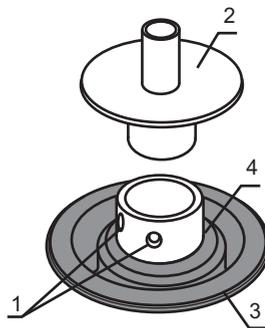

Рис. 2. Расположение уплотнительной манжеты
- Ослабить 2 фиксирующих винта (рис. 2/1) на втулке.
- Снять адаптер платформы (рис. 2/2).
- Заправить внутренний край манжеты (рис. 2/4), вставив его в паз дистанцера.
- Заправить внешний край уплотнительной манжеты, вставив внешний паз манжеты в корпус (рис. 2/3).